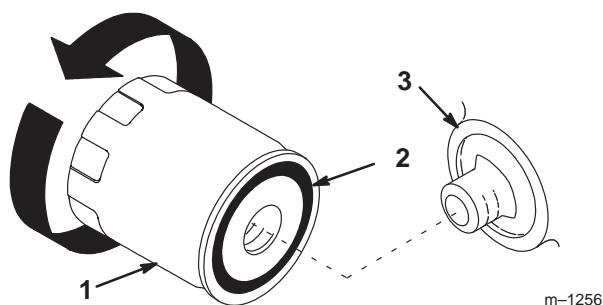

Figure 18
2. Déposez le filtre à huile usagé et essuyez la surface du joint de l'adaptateur (Fig. 18).
4. Appliquez une fine couche d'huile propre sur le joint en caoutchouc du filtre de rechange (Fig. 18).
5. Posez le filtre à huile de rechange sur l'adaptateur. Tournez le filtre dans le sens horaire jusqu'à ce que le joint touche l'adaptateur, puis donnez de 2/3 à 1 tour supplémentaire (Fig. 18).